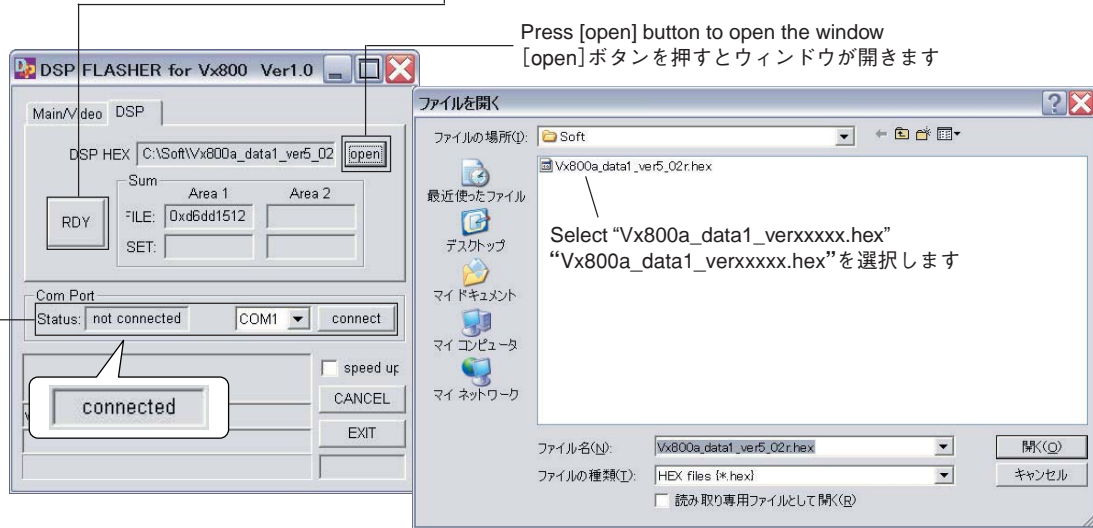

Fig. 12
3. Select the RS232C port (COMx) being set on the PC side and press the [connect] button, and <connected> appears as [Com Port Status]. (Fig. 12)
4. Press the [open] button and select “Vx800a\_data 1\_verxxxx.hex”. (Fig. 12)
3. PC側で設定されているRS232Cポート (COMx) を選択し [connect] ボタンを押します。(Fig. 12) すると「Com Port Status」に<connected>が表示されます。
4. [open] ボタンを押し、“Vx800a\_data1\_verxxxx.hex” を選択します。(Fig. 12)
5. Press the [RDY] button. (Fig. 12)
5. [RDY]ボタンを押します。(Fig. 12)